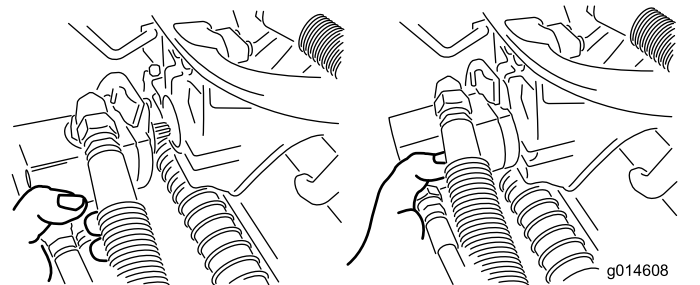

Figura 52
- Mueva el motor al lugar de almacenamiento en la parte delantera del brazo de suspensión (Figura 52).